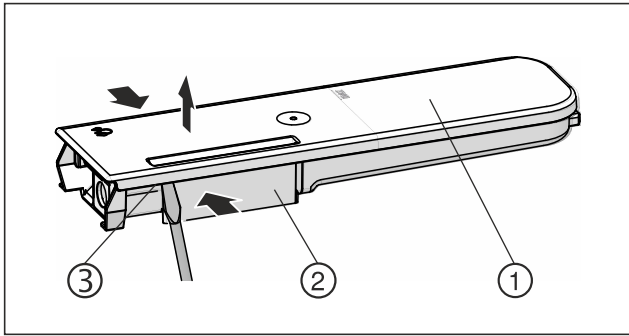

Fig. 146
- ▶ Presser le réservoir d'eau Fig. 146 (2) et faire lever pour lever précautionneusement le couvercle Fig. 146 (1) par les ergots Fig. 146 (3).
- ▶ Faire légèrement bouger le couvercle Fig. 146 (1) de l'avant vers l'arrière puis le retirer par le haut.